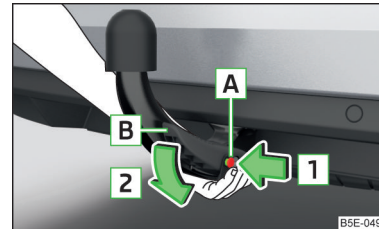

Fig. 307
- Prenez la boule d'attelage **par le bas** » fig. 307.